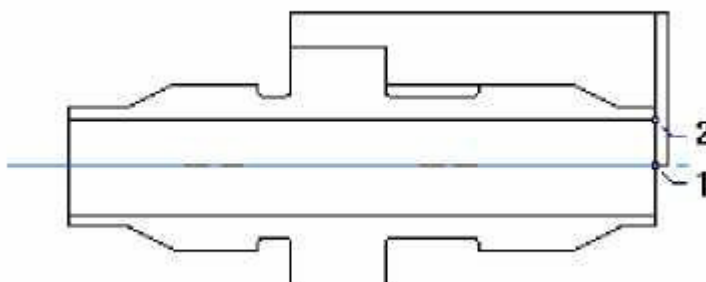

Рисунок 9 - Порядок создания ТО «Сверлить»
- нажмите кнопку «X нач.» и укажите точку 1 (рисунок 9);